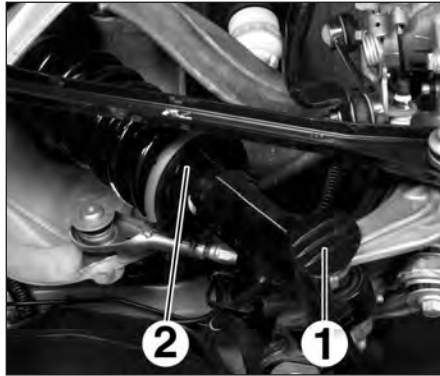

FIG.28
- Déposer la protection (1) inférieure de l'amortisseur (2) si équipé (Fig.28).